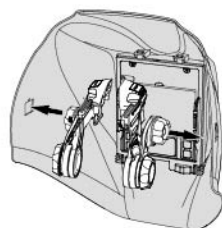

fig. 12
- Potrivii fiecare adaptor cu partea corectă a carcasei căștii (consultați fig. 12).